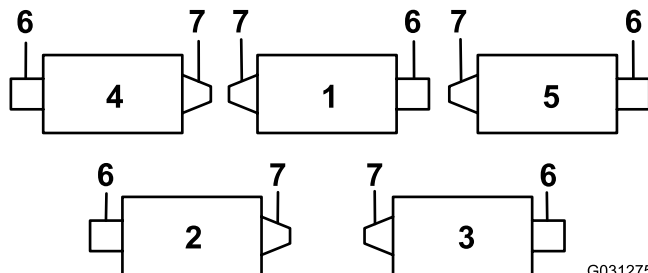
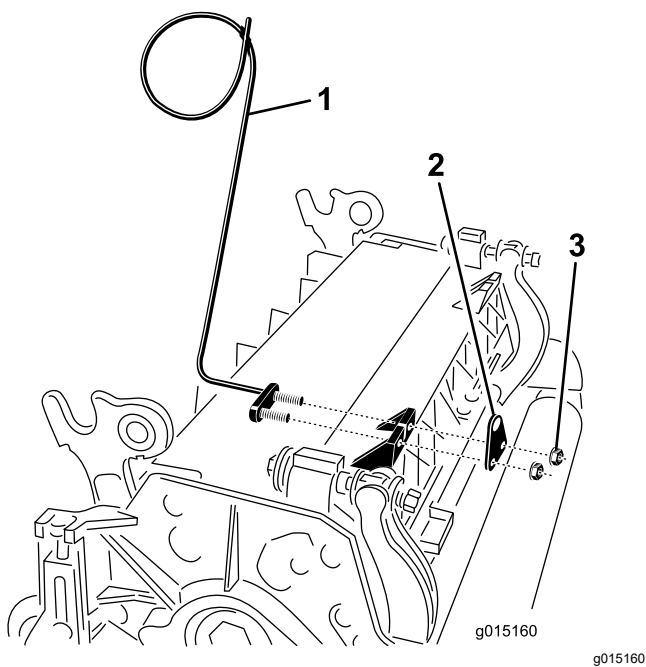
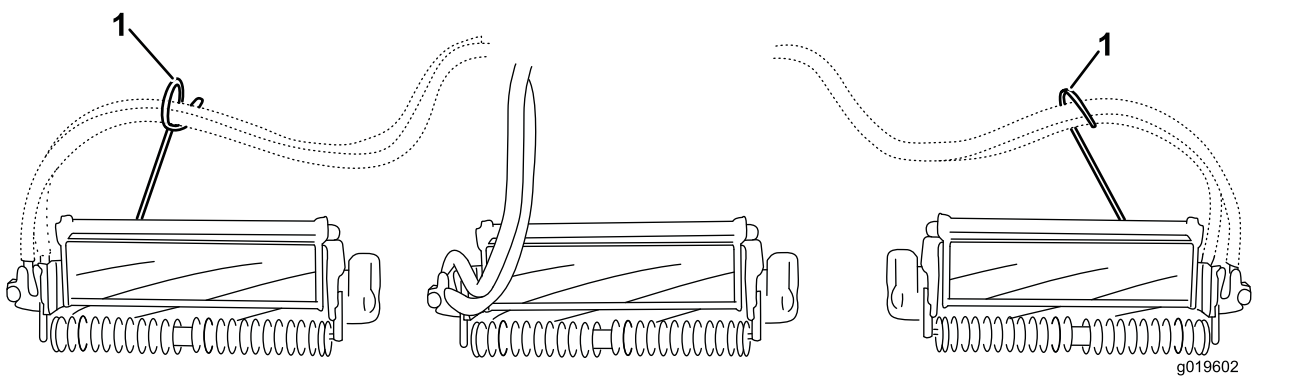

图 6
图 7
图 8
7. 在 4 号滚刀组左前和 5 号滚刀组右前 上用杆支架安装螺母将软管导向架安装到滚刀组凸耳的前面。软管导向架应偏向于中心滚刀组图 6、图 7、图 8。